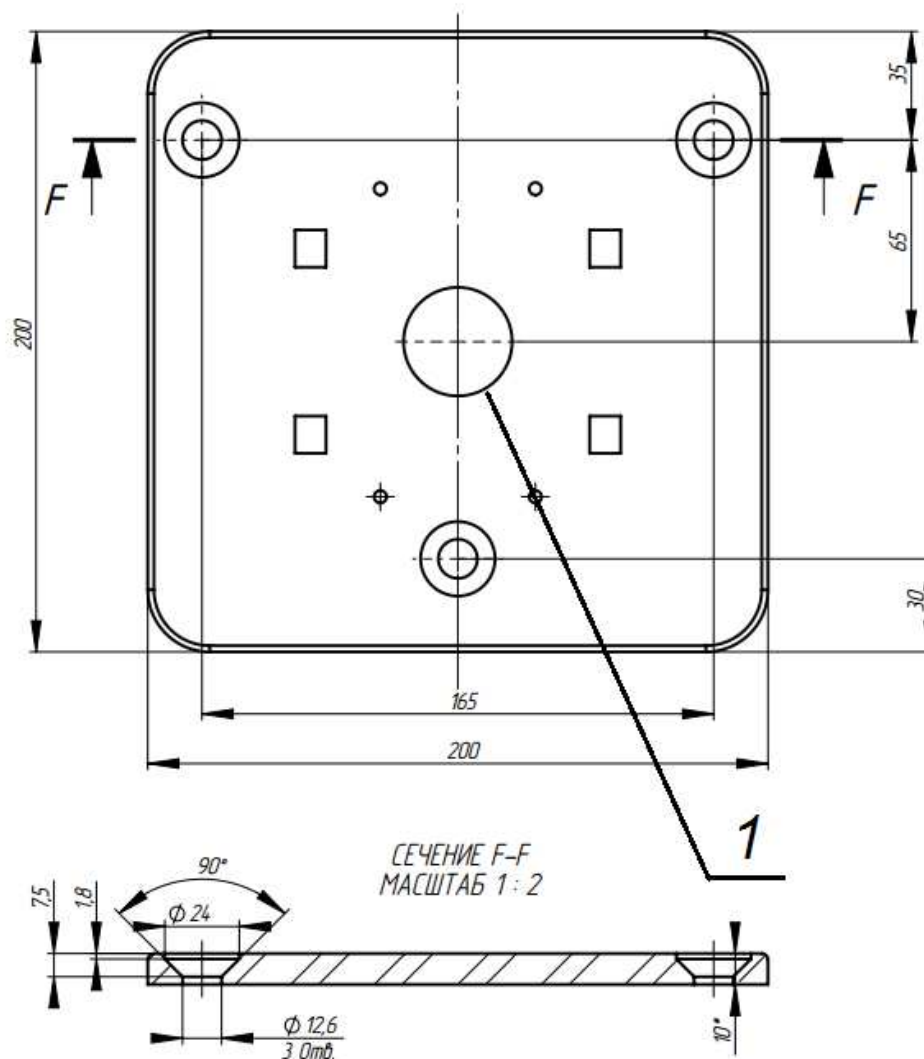

Рис. 7. . Установочные размеры (дан чертеж нижней опоры турникета)
4.2.3. По установочным размерам (рис. 7), подготовьте 3 отверстия диаметром 12 мм в полу под анкеры крепления стойки турникета. Расположение монтажных отверстий относительно внешних габаритов турникета представлено в Приложении 3(рис. 17). Глубина закладного отверстия 120 мм она должна превышать длину анкера на 5 мм. Вставьте анкеры в отверстия.
4.2.4. Подводка кабелей производится через отверстие 1 (рис. 7) в нижней плите турникета. Необходимо подготовить штробу для прокладки кабелей.
4.2.7. Установите стойку турникета на подготовленную площадку (рис. 7). Заведите в корпус турникета кабели от ПУ, БП и, при необходимости, кабели СКУД и ОПС. Подводка кабелей производится через отверстие 1 в нижней плите турникета (рис. 7). Закрепите кабели кабельными стяжками.